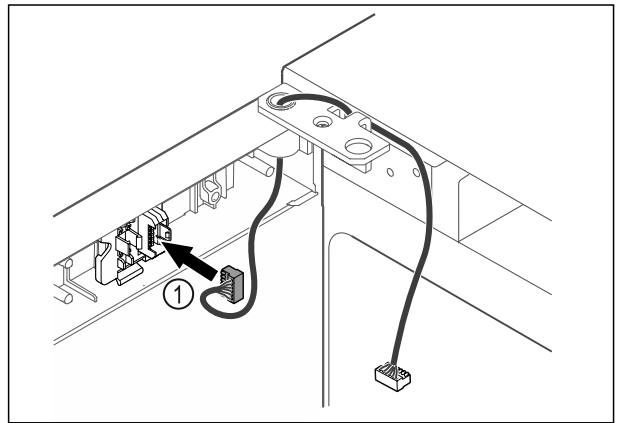

Fig. 53
- Stecker Fig. 53 (1) in Steckerhalterung einstecken.